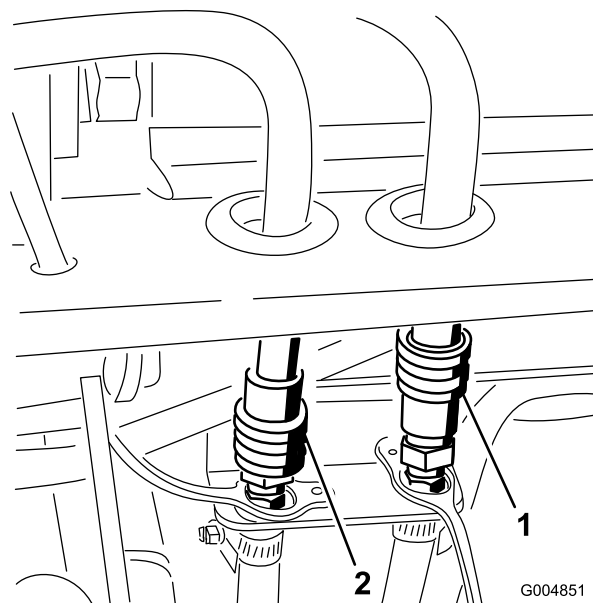

Figura 34
26. Conecte los manguitos de presión de la cabina y de retorno a los acoplamientos rápidos del bastidor trasero (Figura 34).